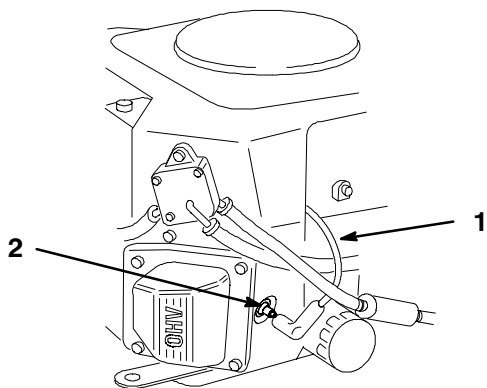

Bild 23
3. Ziehen Sie den/die Kerzenstecker von der(n) Zündkerze(n) (Bild 23). Reinigen Sie jetzt den Bereich um die Zündkerze(n), um zu verhindern, dass Schmutz in den Motor fallen und Schäden verursachen kann.
3. Drücken Sie den/die Kerzenstecker auf die Zündkerze(n) auf (Bild 23).